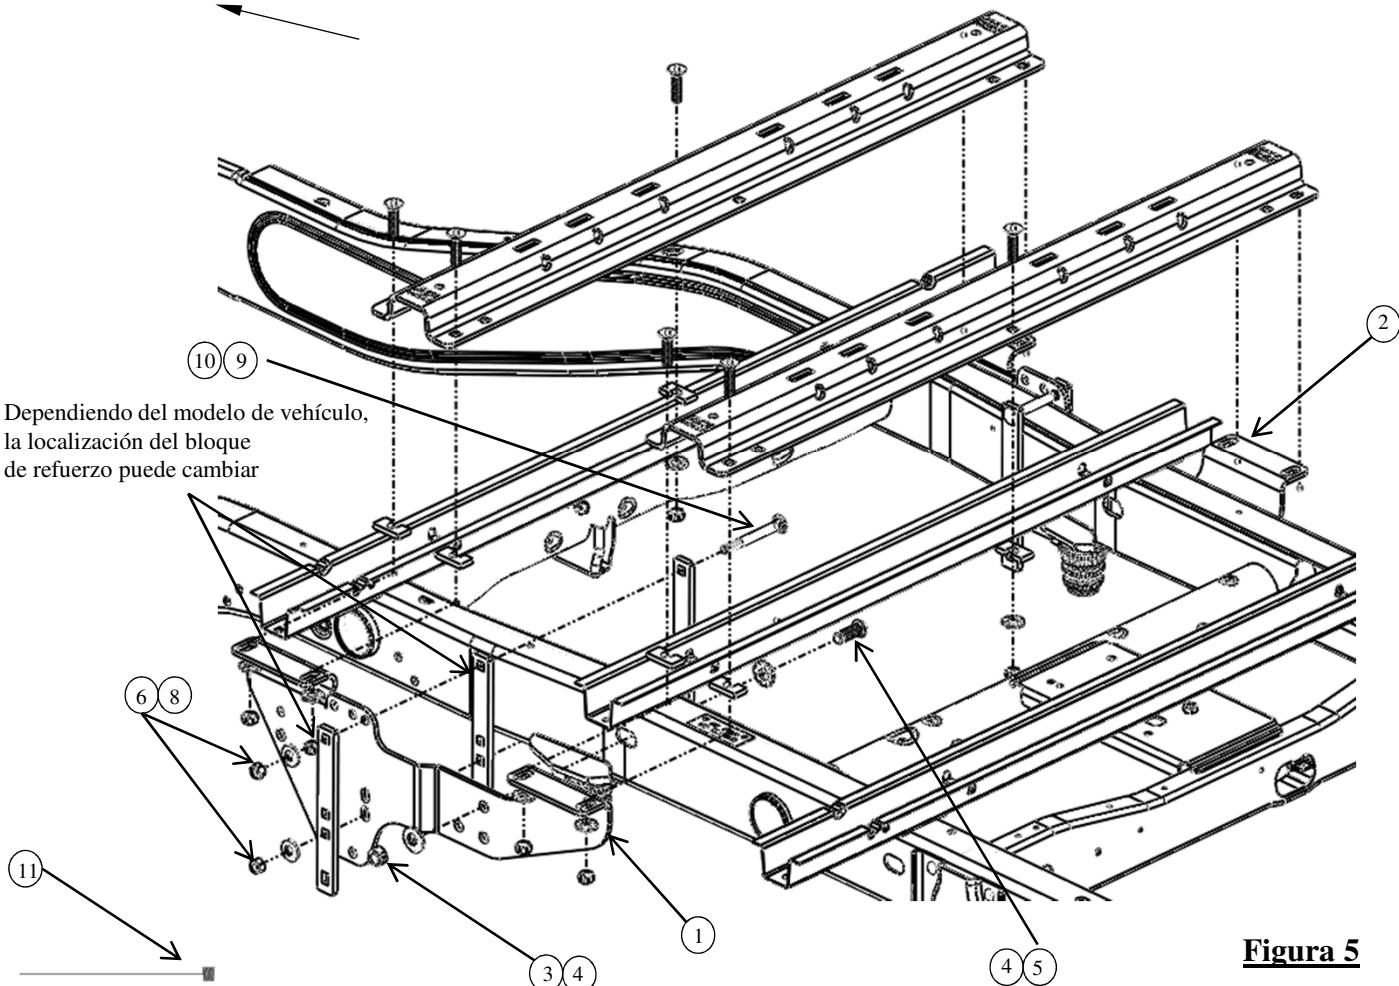

Figura 5
Cuando instale según la Figura 5 y 6, durante la perforación proteja el tanque de combustible y los tubos de relleno, líneas de frenos y arnés de cables colocando un pedazo de metal entre el piso de la caja y los componentes que estén potencialmente en riesgo del lado del conductor. Esto impedirá que perfore en estos elementos.
6. Sujete los soportes del bastidor a los largueros del bastidor del vehículo como se muestra en la figura 5. Utilizando el cable de halar (11) rosque el tornillo de cabeza de botón (6) y la arandela cónica (4) a través de la ranura trasera, en el interior del bastidor del vehículo. Coloque el soporte de montaje (1), la arandela cónica (4) y la tuerca de 5/8" (3) y apriete a mano.
7. Al pasar los pernos de carroaje de 1/2" (9) a través de las ranuras superior y media en el bloque de refuerzo (10) se creará una correa de amordazamiento que irá dentro del larguero del bastidor y conectará con el soporte de montaje. Hay dos juegos de orificios diferentes en el soporte de montaje que permiten la mejor superficie de amordazamiento con el bastidor del vehículo. Cambiar el orificio del soporte de montaje permitirá que la correa de amordazamiento se ajuste a diferentes alturas del bastidores del vehículo. Una vez que se pase el perno de la correa a través del mejor orificio de montaje rosque el bloque de refuerzo (10), la arandela cónica de 1/2" (8) y la tuerca de 1/2" (7) en los pernos y apriete a mano.